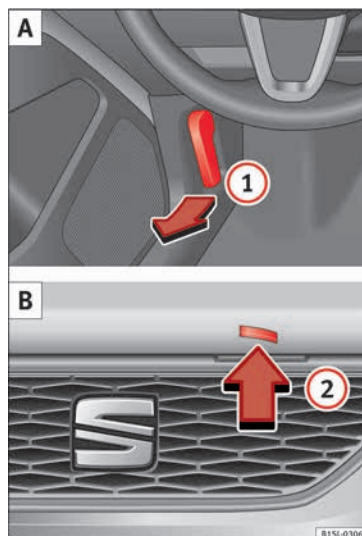

Fig. 8 A : Levier de déverrouillage sur le plancher, côté conducteur. B : Levier de déverrouillage sur le capot-moteur.
- Tirez le levier de déverrouillage ① dans le sens de la flèche » fig. 8 A. Grâce à l'action du ressort, le capot-moteur est éjecté de l'élément de verrouillage du porte-serrure » ⚠ au chapitre Préparatifs pour travailler dans le compartiment moteur à la page 201.
- Soulevez légèrement le capot-moteur et appuyez sur le bouton de déverrouillage ② B dans le sens de la flèche pour ouvrir complètement le capot-moteur.
- Retirez la barre de maintien du capot de son support dans le sens de la flèche ③ C et placez-la dans l'ouverture prévue à cet effet ④ D (flèche).